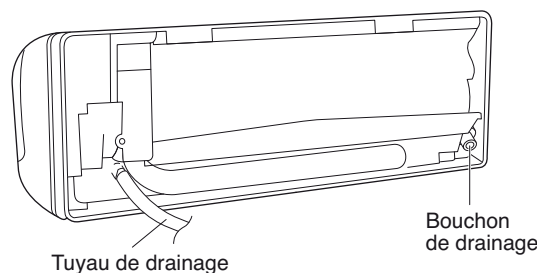

Fig. 39a
- (a) Localisez le tuyau et le bouchon de drainage (Fig. 39a).
- (b) Déposer le vis de fixation du côté droit du flexible de vidange et tirer sur ce flexible pour le déposer. (Fig. 39a)